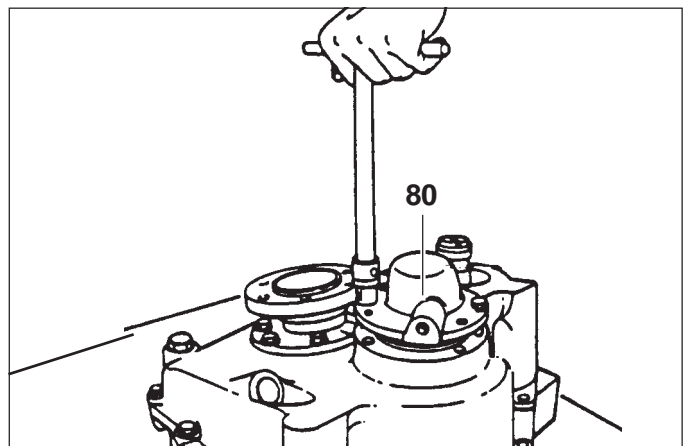

Fig. 10
- 11) Togliere il coperchio (80) i tubi (106) eliminare gli anelli OR (105) che in fase di montaggio dovranno essere sostituiti con nuovi (Fig. 10).
- 11) Remove oil pipes (106), the cover (80), take oil seal rings (105) off the oil pipes and use new ones during re-assembly (Fig. 10).